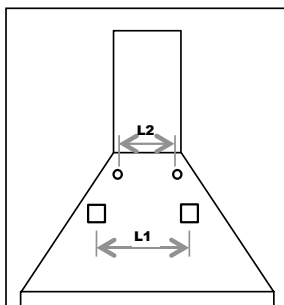

Fig. 5
- UWAGA: System mocujący a) i b) należy umieścić w tylnej części okapu, w otworach L1 (Rys. 5).